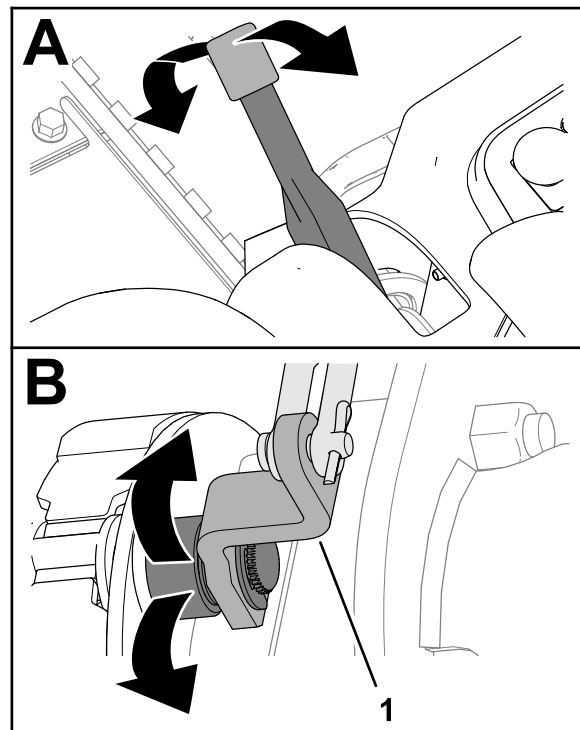

図 83
2. 駐車ブレーキのレバーを何度か操作して、ブレーキカムのレバーが自由に動くことを確認する図 83。